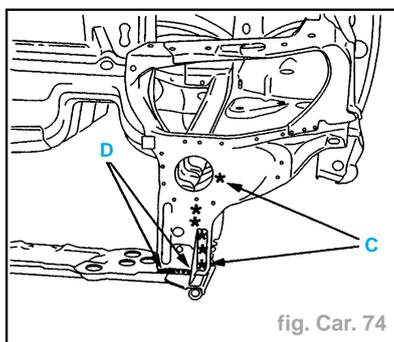

fig. Car. 74
- Découper par fraisage des points (suivant **C**) (fig. Car. 74).